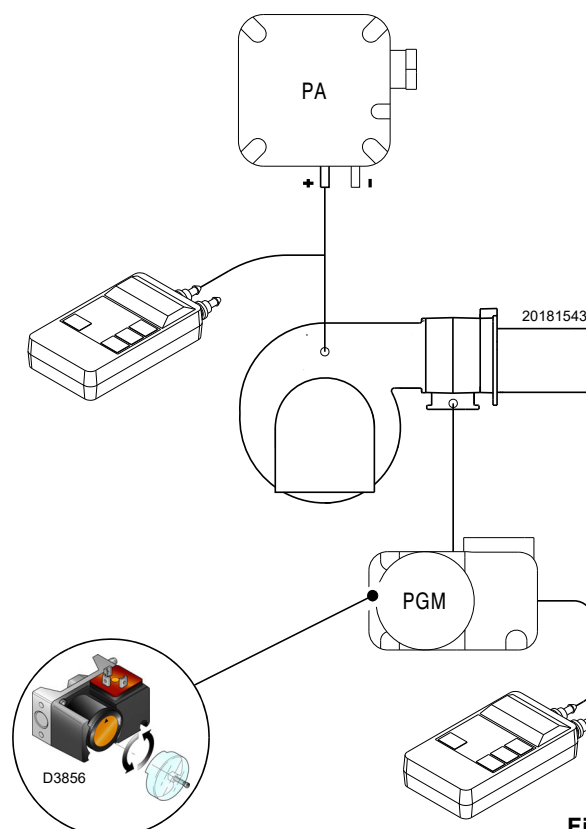

Fig. 29
- Régler le pressostat gaz seuil maximum (Fig. 29 à la page 32) en fin d'échelle.
Effectuer le réglage du pressostat gaz seuil maximum (Fig. 29) après avoir effectué tous les autres réglages du brûleur avec le pressostat gaz seuil maximum réglé en fin d'échelle.